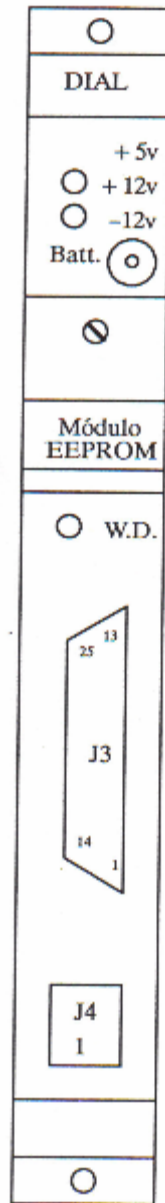

Figura 2.10 Tarjeta DIAL
1.- Funciones de la tarjeta DIAL. Figura 2.10